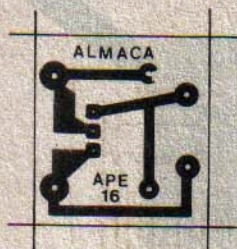

Fig. 2
**FIG. 2** – Lay out do Circuito Impresso específico para a montagem do ALMACA (tamanho natural). Trata-se de uma plaquinha obviamente minúscula, de facilíssima confecção (se o Leitor optar por fazê-la em casa). Devido à sua extrema simplicidade, a plaquinha poderá constituir a "primeira confecção" do hobbysta que ainda não tentou sua primeira "obra" do gênero... Entretanto, quem optar pela aquisição do ALMACA na forma de KIT (ver anúncio em outra parte da presente APE), já receberá a pla-